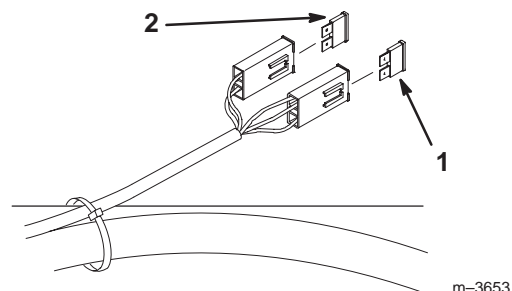

Figure 59
1. Déverrouillez et soulevez le siège pour accéder au porte-fusibles (Fig. 59).
3. Remplacez le fusible (Fig. 59).